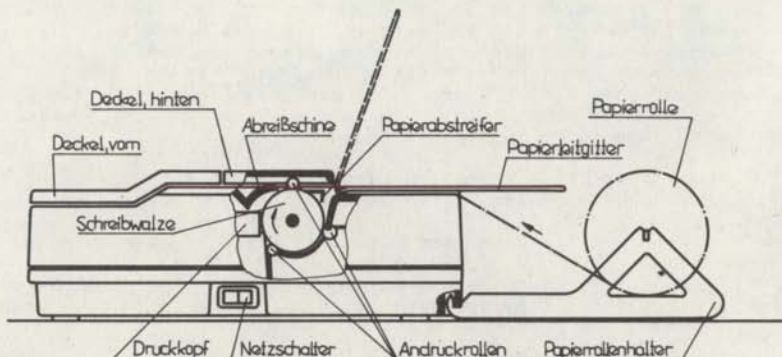

Abbildung 5: Führung des Rollenpapiers
Für die Aufnahme der Rolle und die Gewährleistung einer störungsfreien Papierführung kann ein als Zusatzausstattung erhältlicher Papierrollenhalter eingesetzt werden. Die Montage des Papierrollenhalters am Drucker erfolgt durch Einhängen der Seitenteile des Rollenhalters in die auf der Rückseite des unteren Gehäuseteiles des Druckers vorhandenen Aussparungen. (Abb.5)
- Papierrollenachse entsprechend Abb.5 einhängen und die Rolle mit den seitlichen Aufnahmekegeln entsprechend der gewünschten Lage der Druckzone ausrichten und seitlich begrenzen.